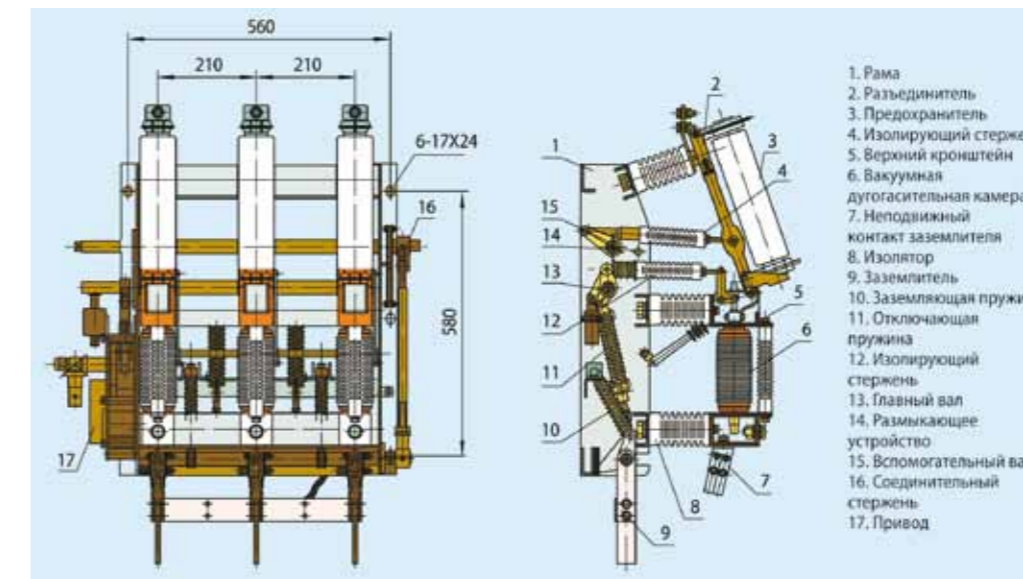

Рис. 6.2 Схема выключателя
6.2 Схема выключателя (см. рис. 6.2)